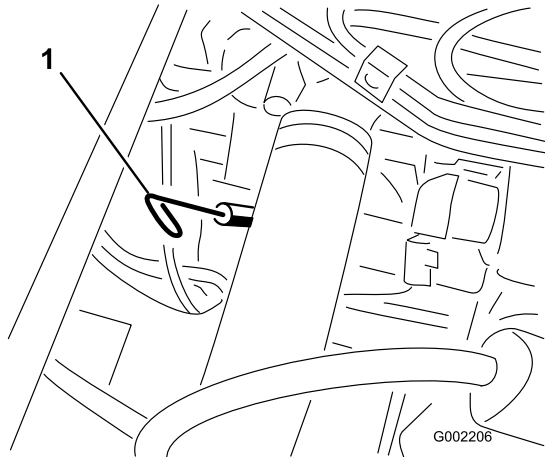

Figura 39
2. Retire la varilla, ubicada debajo del asiento del pasajero, y límpiela con un paño limpio (Figura 39). Introduzca la varilla en el tubo asegurándose de que entre a fondo. Retire la varilla y compruebe el nivel de aceite.
especificada de aceite en el motor por el tubo de llenado (Figura 39).